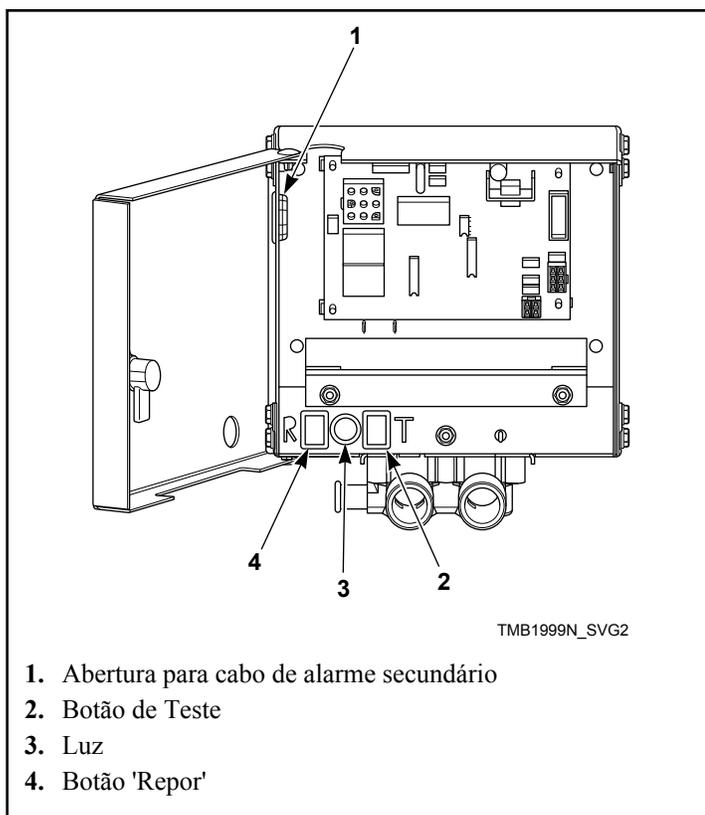
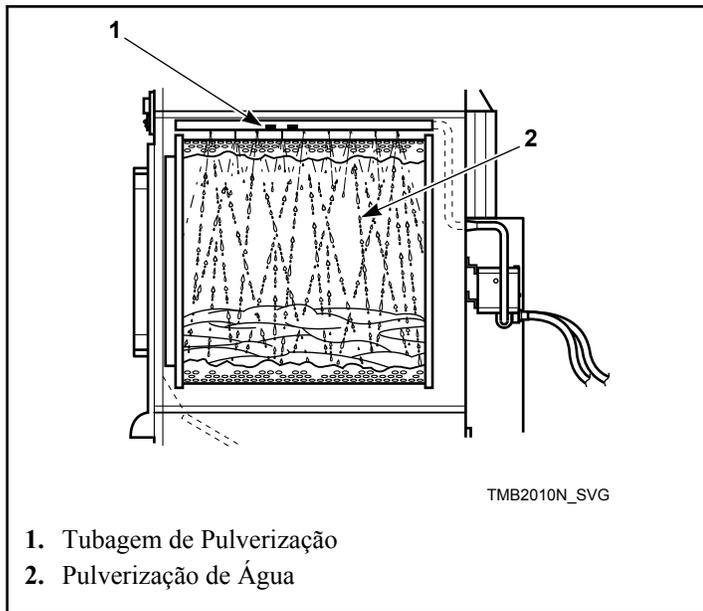

Figura 67
Figura 68
6. Prima o botão de teste, e mantenha-o premido, e verifique se a luz está acesa; esta acesa deverá demorar aproximadamente 5 cinco segundos. Consulte a *Figura 67*. Após uma pausa de um segundo, começará a pulverização de água para o interior do cilindro.
7. Após 15 segundos de pulverização de água, prima o botão de reposição, mantendo-o premido, até a pulverização de água e a luz se desligarem. Esta acção deverá demorar aproximadamente um segundo. Consulte a *Figura 67* e a *Figura 68*.